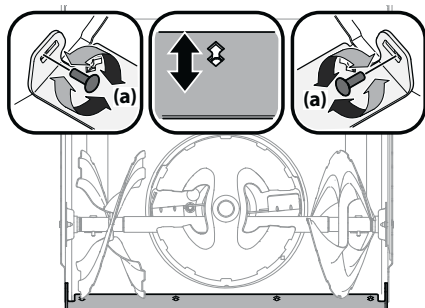

Figure 4-3
**NOTE** La lame de raclage de certains modèles de souffleuse à neige peut être ajustée vers l'avant pour prolonger sa durée de vie. Voir Figure 4-3.
3. Desserrez les boulons (a) des patins arrière des deux côtés de la souffleuse et retirez les boulons de carrosserie et les écrous qui fixent la lame de raclage au boîtier des tarières. Voir Figures 4-3 et 4-2.
4. Faites glisser la lame de raclage vers le bas à la deuxième position. Réinsérez tous les boulons et serrez-les bien. Voir Figure 4-3.